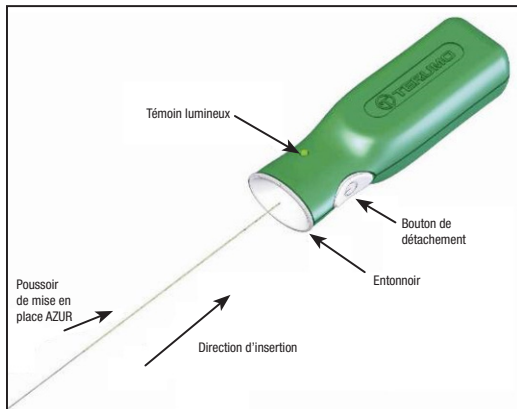

Figure 4 - Test du contrôleur de détachement AZUR
12. Ouvrir la pochette du bouchon vasculaire AZUR et retirer la boucle de distribution de la pochette. Avant d'utiliser le dispositif, retirer la cale du cercle de distribution. Tout en maintenant l'implant du bouchon vasculaire AZUR et l'introducteur en place, retirer le pousoir du cercle de distribution de manière à ce que l'extrémité proximale du pousoir de mise en place soit exposée. Prendre les précautions nécessaires pour éviter de contaminer cette extrémité du pousoir de mise en place avec des substances étrangères comme du sang ou du produit de contraste. Insérer fermement l'extrémité proximale du pousoir de mise en place dans la partie en entonnoir du contrôleur de détachement AZUR. Voir Figure 4. **Ne pas appuyer sur le bouton de détachement à ce stade.**
31. Raccorder l'extrémité proximale du poussoir de mise en place au contrôleur de détachement AZUR en insérant fermement l'extrémité proximale du poussoir de mise en place dans la partie en entonnoir du contrôleur de détachement AZUR. Voir Figure 4.